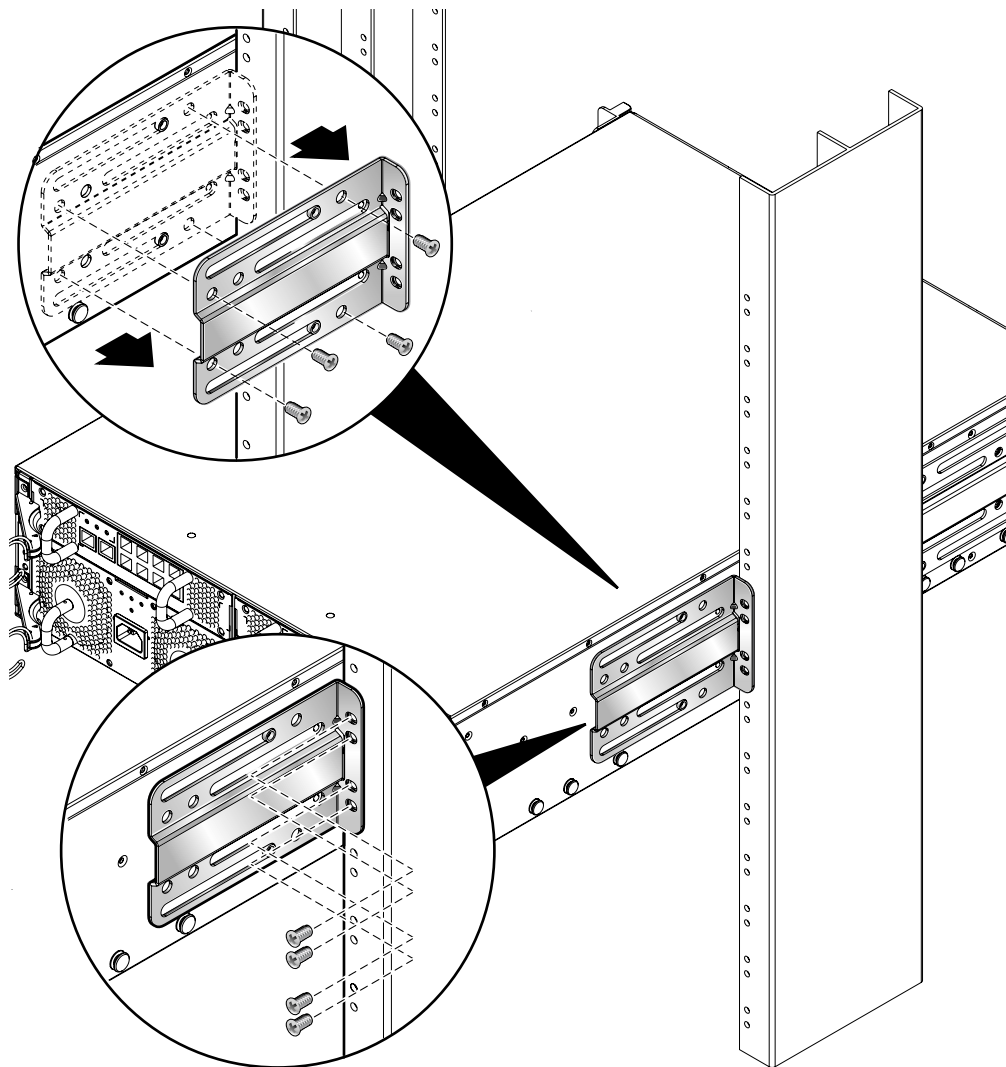

図 12-17 背面留め具の取り外し
1. システムシャーシおよびラックの背面留め具を外します (図 12-17)。